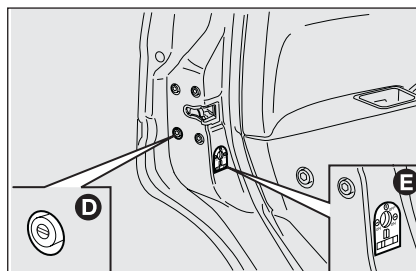

fig. 13
- ☐ l'activation du dispositif **D-fig. 13** verrouillage de l'ouverture de l'extérieur des portes avant et arrière lorsque le circuit électrique ne fonctionne pas (ex. batterie à plat);
- ☐ l'activation du dispositif de sécurité enfants **E-fig. 13** sur les portes arrière.